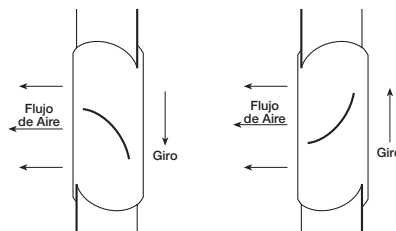
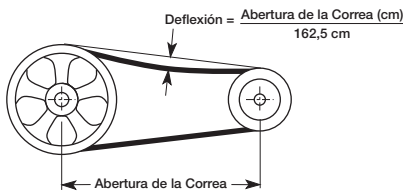

Figura 7 — Calcomanía de Giro
Figura 12 – Tensión de la Correa
12. Se debe comprobar la dirección de giro de la hélice encendiendo momentáneamente la unidad. El giro se debe realizar en la misma dirección que indica la calcomanía de giro puesta en la unidad o según se muestra en la Figura 7. Para las instalaciones trifásicas, el giro del ventilador se puede invertir intercambiando dos de los tres conductores eléctricos. Para las instalaciones monofásicas, siga el diagrama de cableado que se encuentra en el motor o consulte la Figura 12.
2. Encienda el ventilador y apáguelo inmediatamente para verificar la rotación de la hélice con la flecha direccional ubicada en la unidad. Consulte la Figura 7.